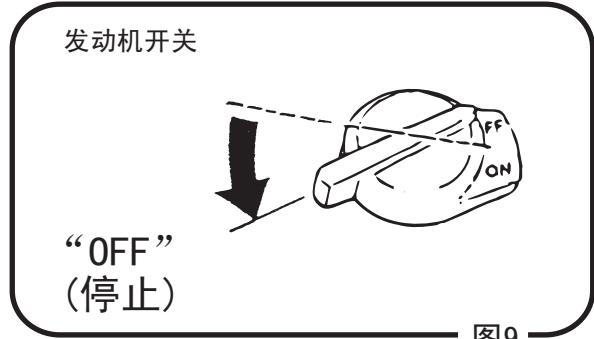

图9
- 结束作业停下发动机时，扳回调速器，让发动机低速运行 2 ~ 3 分钟时间，等温度将下来之后，再把发动机开关调到 OFF 位置，使发动机熄火。（图 9）